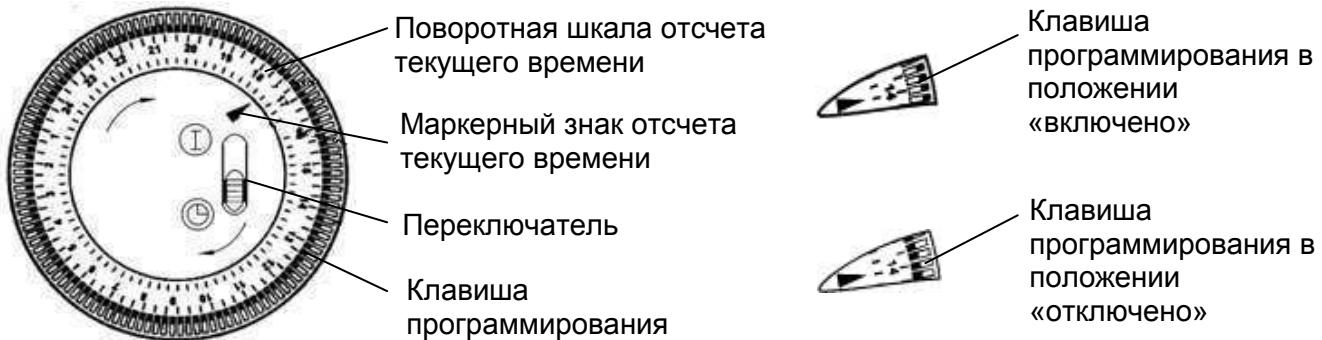

Рис. 5
5.7 Переведите клавиши ступенчатого регулятора мощности, клавишу выключателя (для моделей с вентилятором) в отключённое положение «0», совместите «риску» на ручке терmostата со знаком * на корпусе конвектора (см. рис.4), установите переключатель таймера (для моделей с таймером) в положение «I» (см. рис.5). Конвектор готов к работе.
Клавишами программирования таймера (см. рис. 5) установите желаемые интервалы времени «включенного» и «отключенного» состояния конвектора. Поворотом шкалы отсчета текущего времени таймера в направлении стрелки установите текущее время, совместив его с маркерным знаком ▲ отсчета текущего времени. Включите таймер, установив переключатель в положение В положении «I» выключателя таймер выключен (что эквивалентно установке всех клавиш программирования в положение «выключено»). Дискретность программирования времени – 15 минут (1 клавиша). Время программирования – сутки (24 часа). Число повторов исполнения программы – не ограничено.